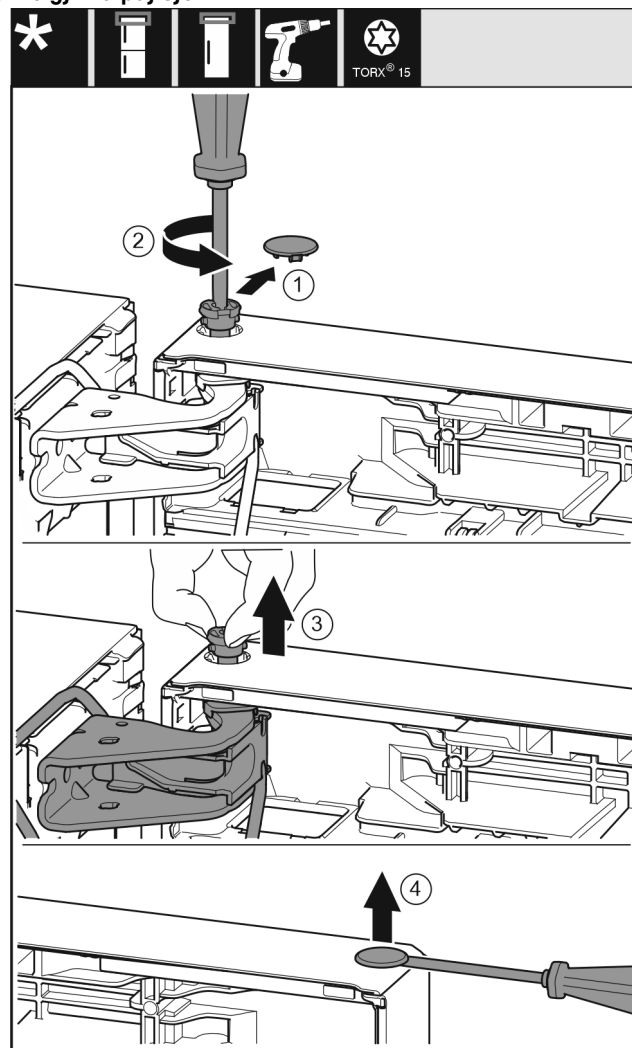

Fig. 22
- Nxirrni me kujdes kapakun mbulues të siguresës. Fig. 22 (1)
- Lironi paksa bulonin me një kaçavidë T15. Fig. 22 (2)
- Mbani derën fort dhe nxirrni jashtë bulonin me gisht. Fig. 22 (3)
- Ngrini lart me kujdes me një kaçavidë tapat nga manikotat e kapjes së derës dhe nxirrini jashtë. Fig. 22 (4)